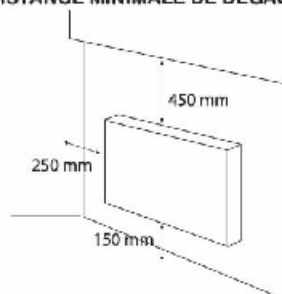

Fig. 1
- Respectez les distances minimum de dégagement comme indiqué dans la Fig. 1.
- Utilisez le support mural fourni pour fixer l'appareil. Respectez les distances minimales de dégagement (voir Fig1).